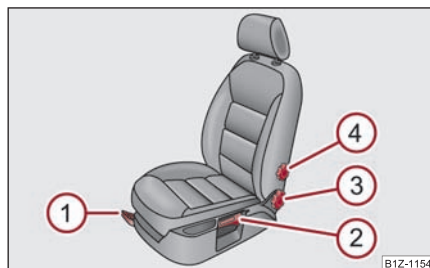

Fig. 73 Elemente de comandă pe scaun
- Se trage maneta ① ⇒ fig. 73 în sus și se deplasează scaunul în poziția dorită.
- Se eliberează maneta ① și se deplasează scaunul mai departe, până când se blochează.
- Depărtați spatele de pe spătar și rotiți roțița ③ ⇒ pagina 74, fig. 73, pentru a regla spătarul scaunului.